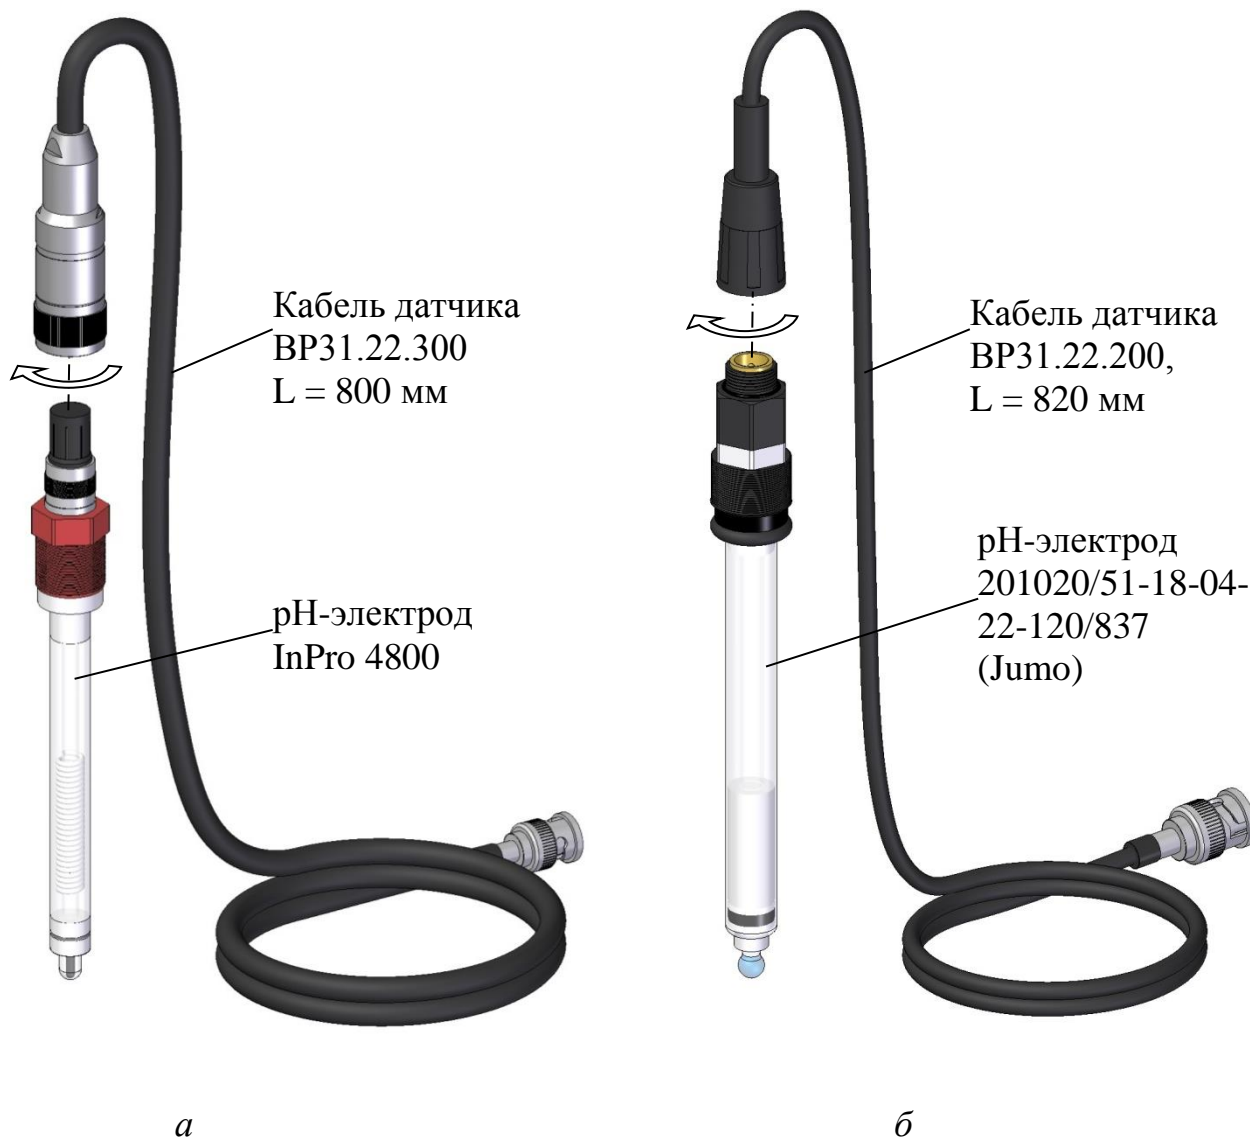

Рисунок 1.9 – Подключение кабеля датчика к комбинированным рН-электродам
- для InPro 4800 кабель датчика ВР31.22.300 (рисунок 1.9а);
- для 201020/51-18-04-22-120/837 (Jumo) кабель датчика ВР31.22.200 (рисунок 1.9б).